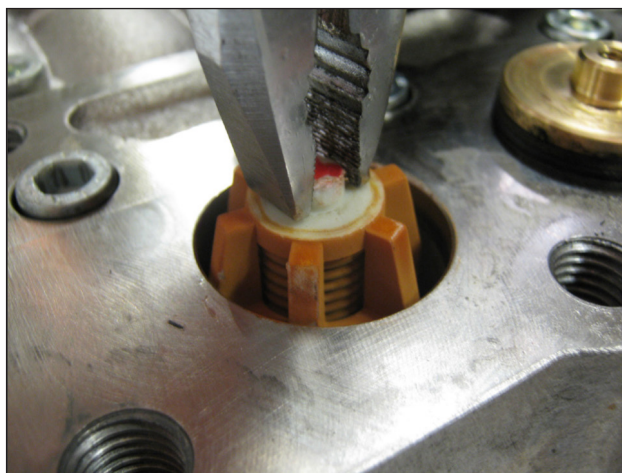

Fig. 18
- Estrarre i gruppi valvola di aspirazione e mandata pompe KT24-28-30-32-WK155-WK6 e gruppi valvola di mandata KT 36-40-WK8 utilizzando un semplice attrezzo come indicato in (Fig. 18); un semplice attrezzo come indicato in (Fig. 18);